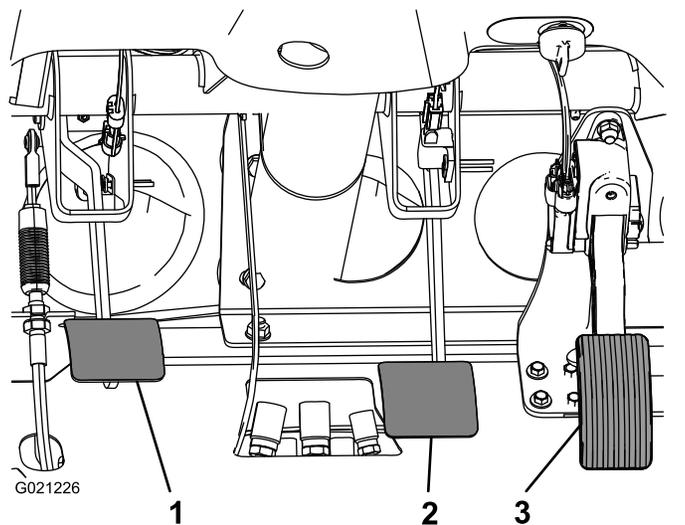

Рисунок 67
2. Поднимайте педаль тормоза, (Рисунок 67) пока она не коснется рамы.
3. Ослабьте контргайку крепления вилки к валу главного тормозного гидроцилиндра (Рисунок 67).